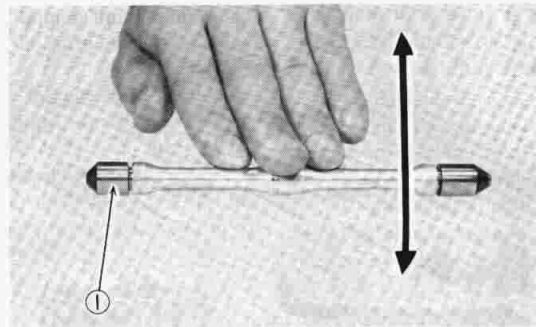

Fig. 3-4-27
10. Roll the push rod across a surface plate. If rod is bent, replace. (Fig. 3-4-27)
10. Faites rouler la tige de débrayage sur une surface plane. Si la tige est courbée, remplacez-la. (Fig. 3-4-27)